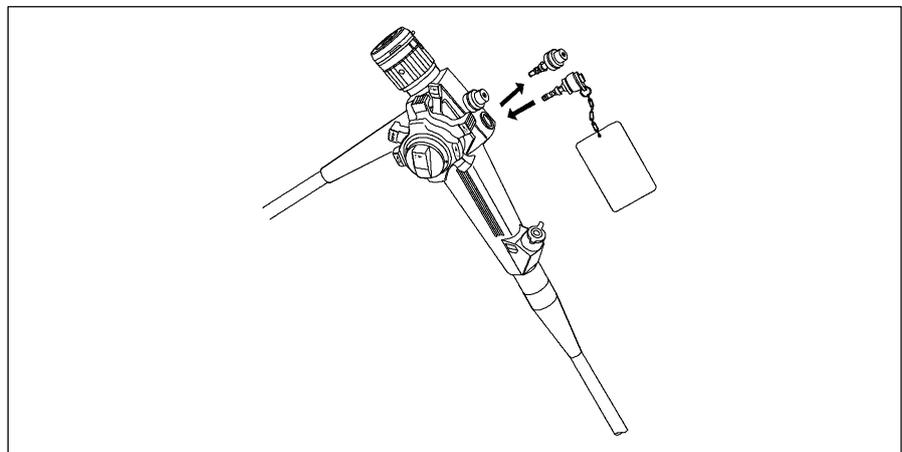

Abbildung 3.4
2. Nehmen Sie das Luft/Wasserventil vom Endoskop, und schließen Sie statt dessen das blaue Reinigungsventil für den Luft/Wasserkanal an. (Siehe Abbildung 3.4).